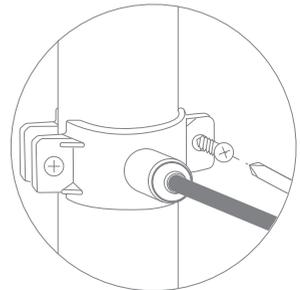

Рис. 14
5. Прочно закрепите хомут на дренажной линии с помощью винтов (рис. 14). Винты крепления необходимо затягивать равномерно (без перекоса), чтобы обе части хомута располагались параллельно.